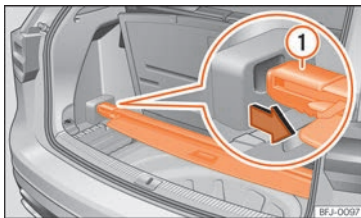

Abb. 195 Unter dem Gepäckraumboden: Gepäckraumabdeckung verstauen.
- Legen Sie die Gepäckraumabdeckung in die dafür vorgesehene Aufnahme »» (Abb. 195).